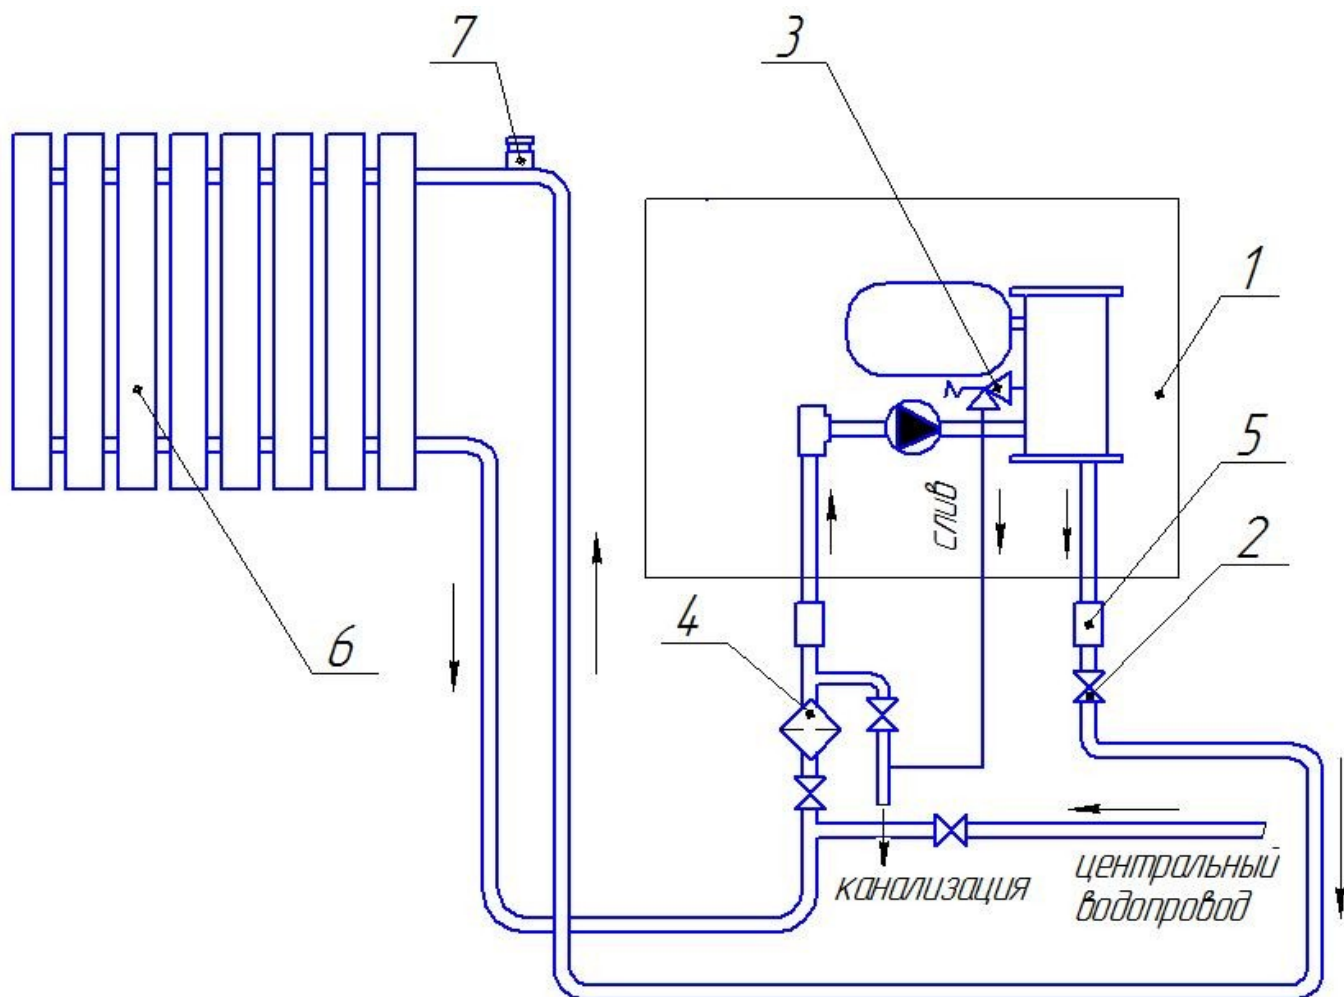

Рис.5 Упрощенная схема использования ЭВН-К в системе отопления
5.5.3 Подключить ЭВН-К к системе отопления (рис. 5). Систему отопления предварительно нужно промыть, затем заполнить чистой, без твердых включений и минеральных масел, химически нейтральной питьевой водой с pH 6,5-8,5 или жидкостью для отопительных систем (макс. Содержание гликоля 30%) и опрессовать. Выпустить воздух из системы и устранить протечки.
7.1 Монтаж отопительной системы производится согласно **СНиП РК 4.02-42-2006**. В качестве нагревательного прибора 6 (рис.5) рекомендуется использовать радиаторы. Подсоединение ЭВН-К к системе отопления осуществляется соединительными муфтами 5 с соответствующими уплотнителями.
7.2. Система отопления (рис.5) закрытого типа. В ЭВН-К уже вмонтирован расширительный бак с резиновой мембраной и циркуляционный насос. Для такой системы необходимо учесть: